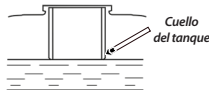

Imagen 15. Agregar gasolina.
5. Levantar el tapón y agregar gasolina sin sobrepasar la marca que se encuentra en el interior del cuello del tanque. Ver imagen 15.